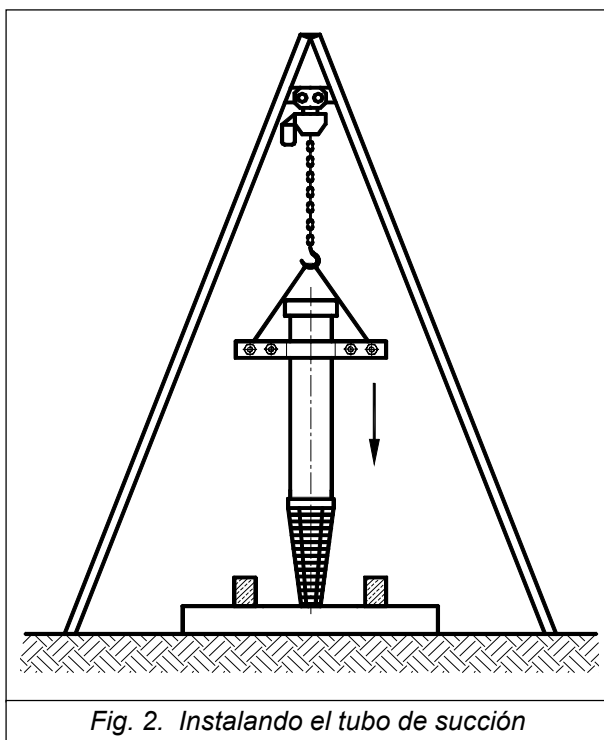

Fig. 2. Instalando el tubo de succión
6.2 Instalación del tubo de succión (Fig.2)